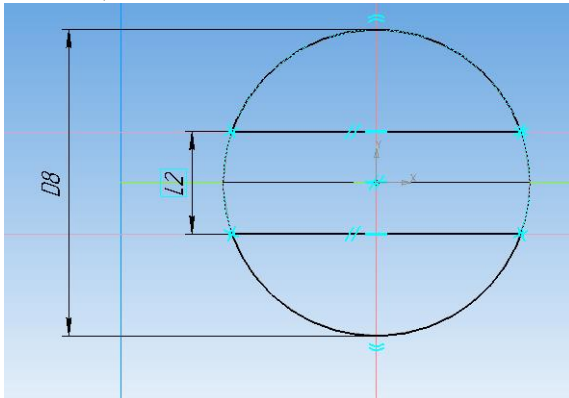

Рисунок 41.
7. Проведите два отрезка размером **L2** (рисунок 41) согласно вашему варианту